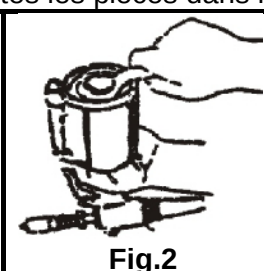

Fig.2
- 2.3. Démontez le couvercle inférieur à l'aide de la clé (Fig.2).